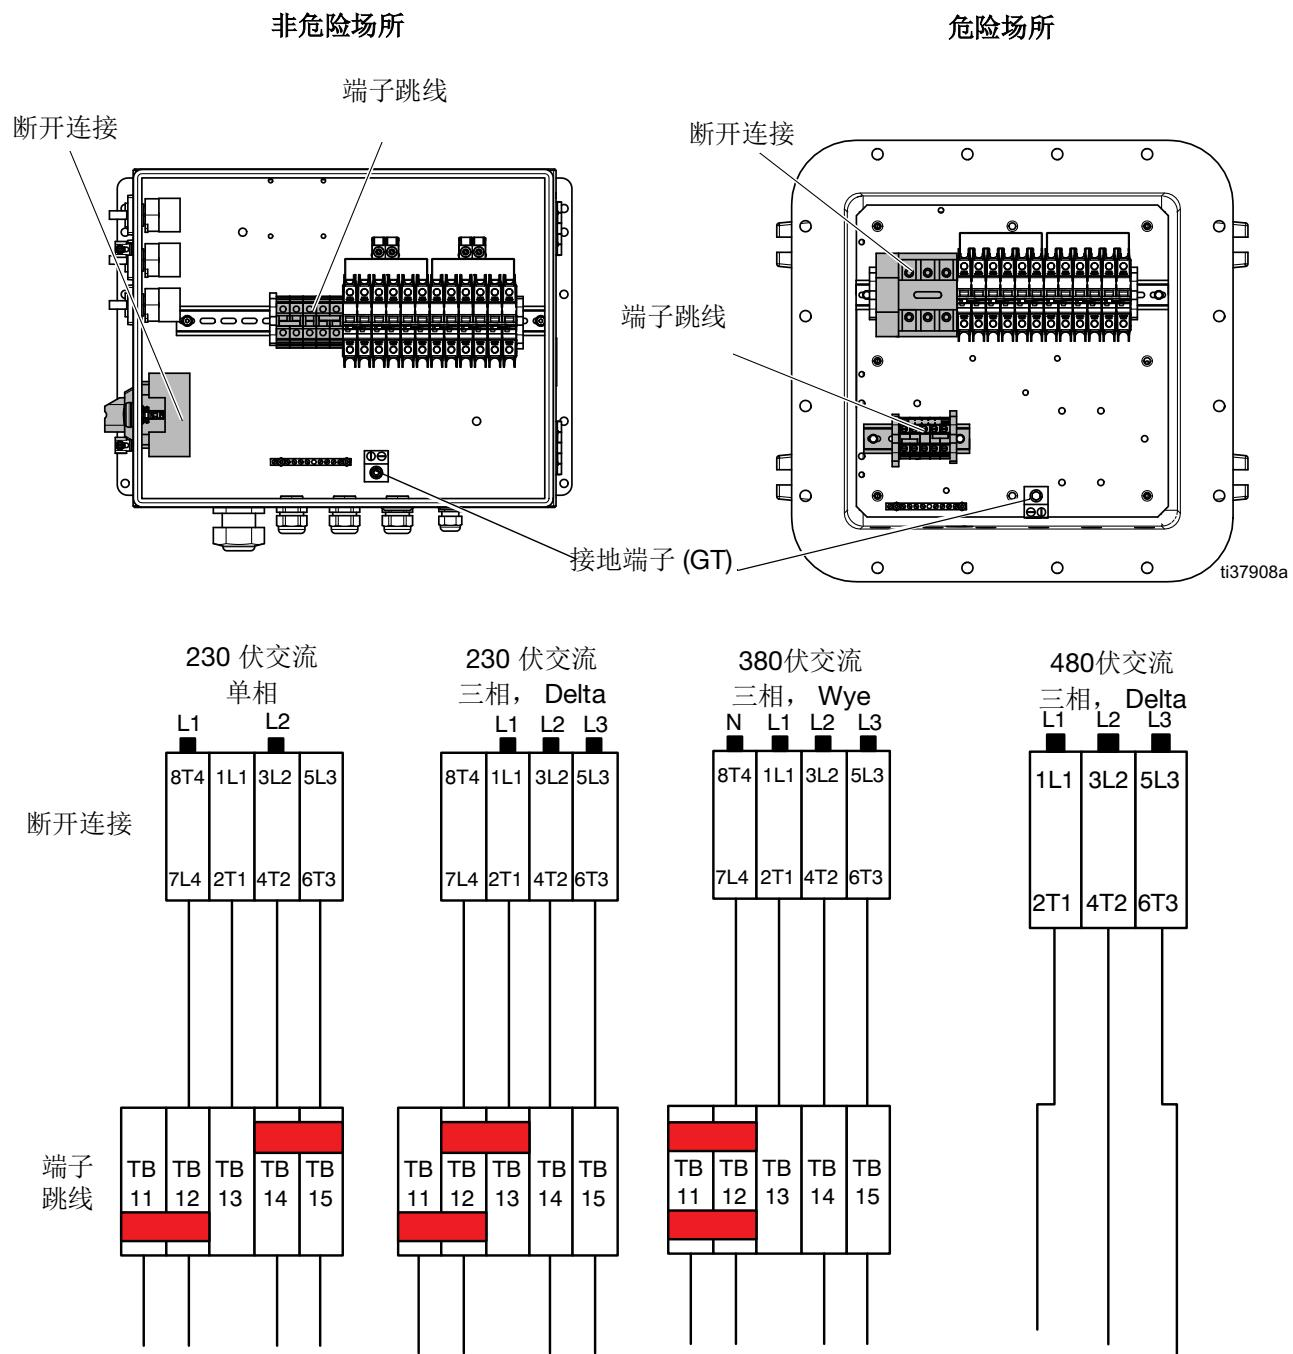

图 7: XM 接线图
4. 将地线连接到接地端子 (GT)。参见图 7 (第 30 页)。
5. 按照图 7 (第 30 页) 连接或断开电源线。用 55 英寸-磅 (6.2 N•m) 的扭力拧紧导线。轻轻拉一下所有接线，以验证是否正确固定。
6. **仅限非危险区域：**拧紧应力消除套管 (BH)。
7. 按照图 7 (第 30 页) 将提供的端子跳线安装在适当的位置。
8. 按照图 7 (第 30 页) 确认所有装置均已正确连接，然后关闭接线盒盖。